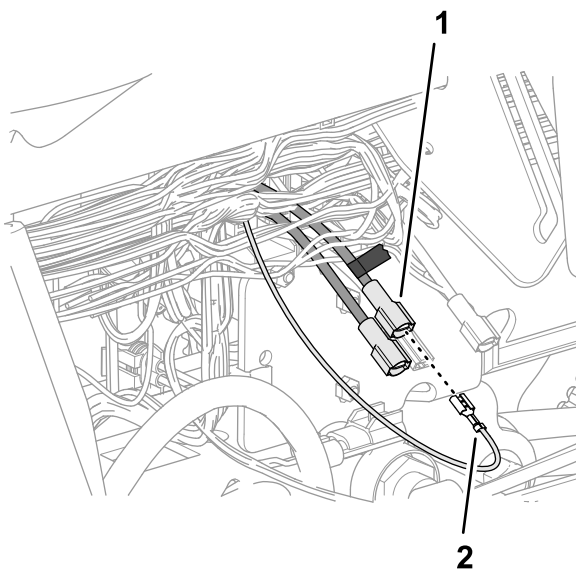

Figura 190
5. Collegate il connettore della lama che avete segnato al passaggio 4 nel connettore a presa all'estremità del filo rosa di 51 mm del cablaggio preassemblato del kit (Figura 190).